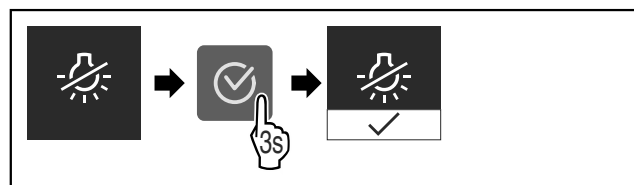

Fig. 9
- ▶ Stappen (zie Fig. 9) uitvoeren.